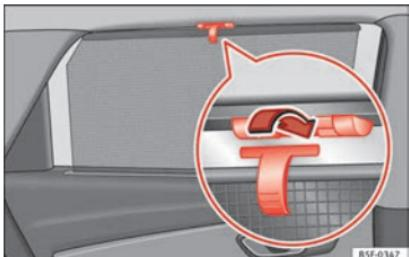

Fig. 146 Glace arrière : store pare-soleil.
- Déroulez le store et accrochez-le au crochet situé au centre du cadre supérieur de la portière »» **fig. 146**.